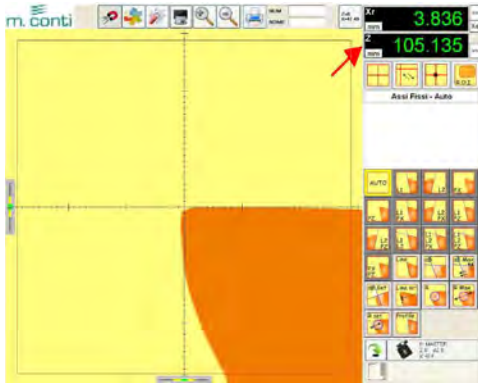

fig. O5
- 4) Se positionner avec le banc de préréglage sur Z maxi (L1) de l'outil (fig. O5)